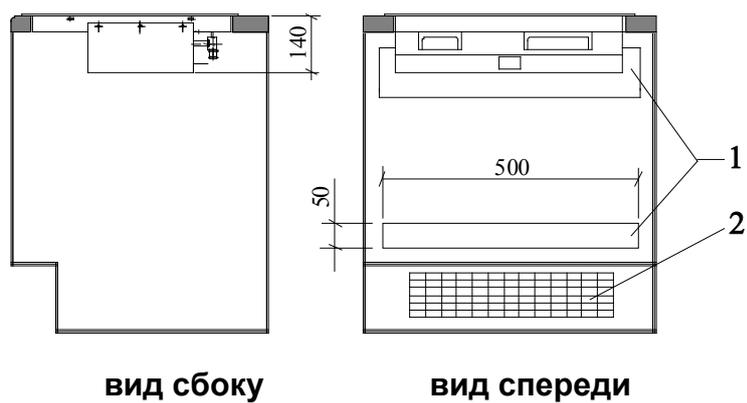

Рис. 4 Способ встраивания варочной панели без духовки
- в связи с необходимостью обеспечения циркуляции воздуха в цоколе шкафчика / гарнитура, следует выполнить решетку впуска воздуха, как на **рис. 4**.